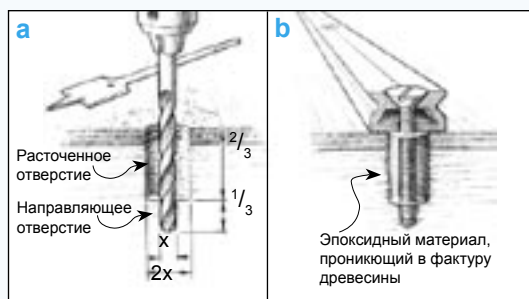

Рис. 16 Просверлите отверстие увеличенного диаметра для увеличения площади поверхности, которая будет обработана эпоксидным материалом.
- Просверлите отверстия увеличенного диаметра, примерно на 2/3 глубины крепежного материала (*Рисунок 16а*).